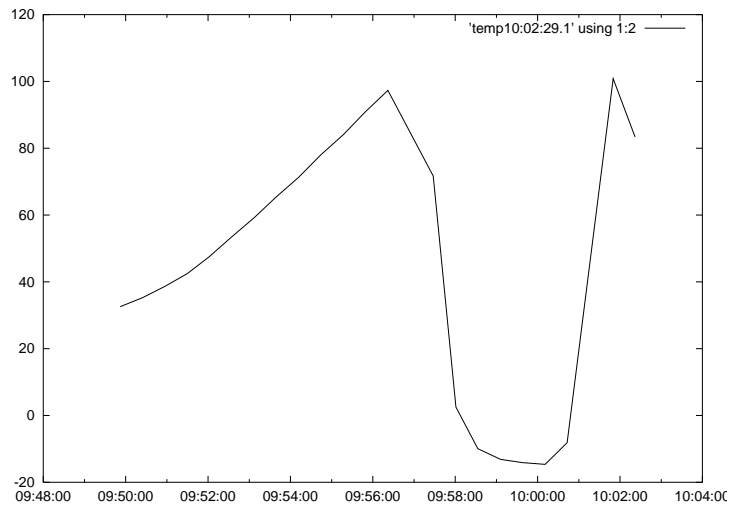

Abbildung 4: Messung über einen großen Temperaturbereich
- Für Abbildung 4 wurde der Sensor zunächst in Wasser getaucht bis zum Sieden bei  $97,31^{\circ}\text{C}$  erhitzt, danach im Gefrierfach auf  $-14,63^{\circ}\text{C}$  abgekühlt und wieder auf  $100,81^{\circ}\text{C}$  erhitzt.